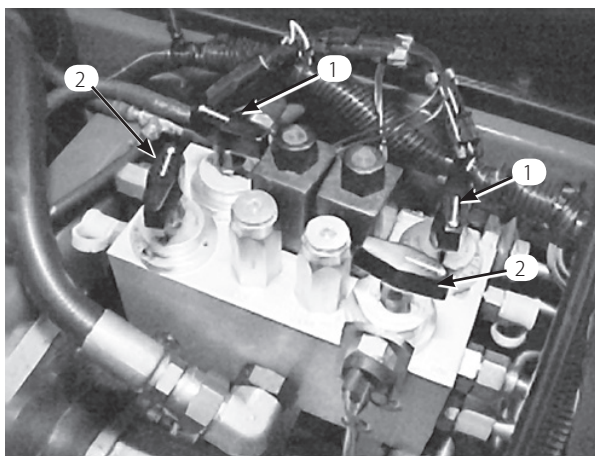

図 28
4. リールの速度を設定するには、ノブ(図28)を回して、ノブの矢印を所定の番号に合わせる。